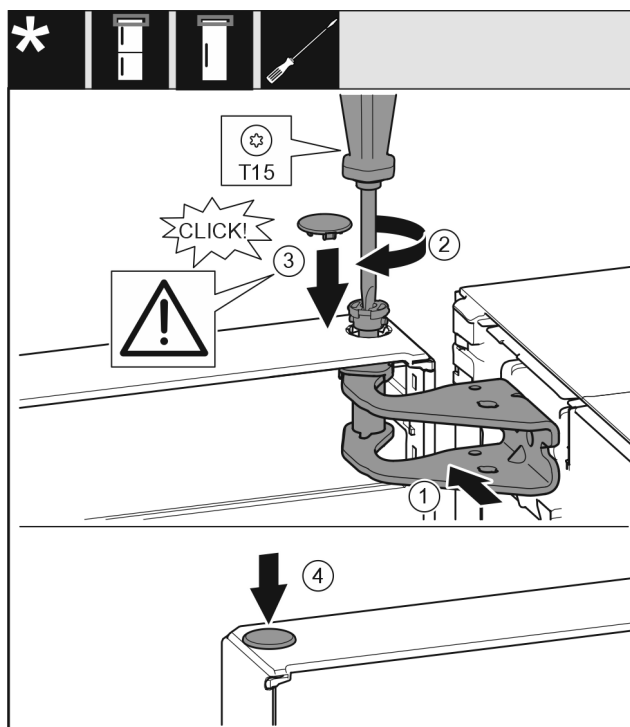

Fig. 26
- Vložte čep Fig. 26 (2) a pevně jej utáhněte šroubovákem.
- K zajištění dveří namontujte bezpečnostní kryt Fig. 26 (3): Bezpečnostní kryt nasad'te a zkontrolujte, zda přiléhá na dveře. V opačném případě čep zcela zasuňte.
- Vložte zátku Fig. 26 (4).